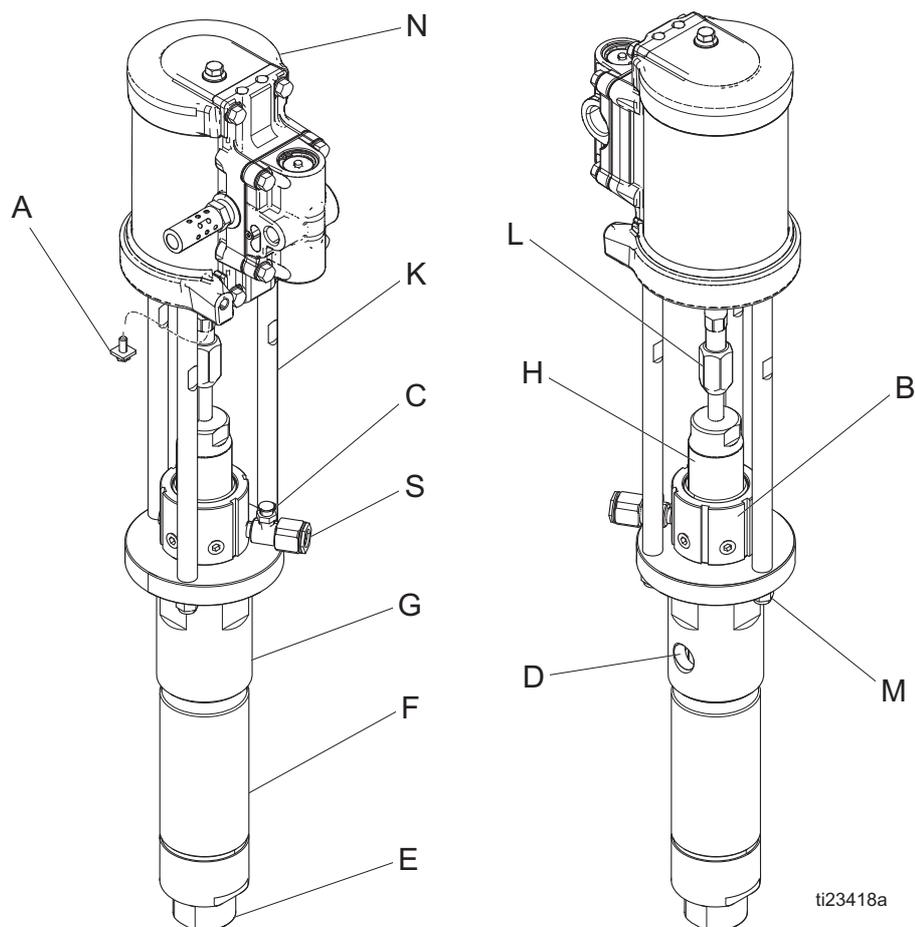

FIG. 1. Identificazione delle parti
6. Annotare la posizione relativa dell'uscita del fluido della pompa (D) sulla presa d'aria del motore pneumatico. Vedere FIG. 1, pagina 4.
3. Avvitare i dadi (4) sui tiranti (3) senza serrare.
4. Installare il dado del giunto e i collari sull'asta del pistone. Con una chiave tenere le sezioni piatte dell'asta di posizionamento del motore pneumatico. Utilizzare un'altra chiave per serrare il dado di raccordo (9).
5. Vedere FIG. 1, pagina 4. Applicare sigillante per filettature sull'uscita del fluido della pompa (D) e sulle filettature del flessibile del fluido. Montare la pompa e ricollegare tutti i flessibili. Ricollegare il filo di terra se è stato scollegato durante la riparazione. Applicare una coppia di 81 N•m (60 ft-lb) alla tazza bagnata incorporata (B). Dall'apertura di riempimento riempire la tazza bagnata (C) con Graco TSL.
6. Serrare i dadi dei tiranti (4) uniformemente e applicare una coppia di 20-27 N•m (15-20 ft-lb).
8. Controllare la presenza di eventuali perdite di fluido sulla tazza bagnata incorporata (B). Eseguire la **procedura di scarico della pressione**, pagina 5.